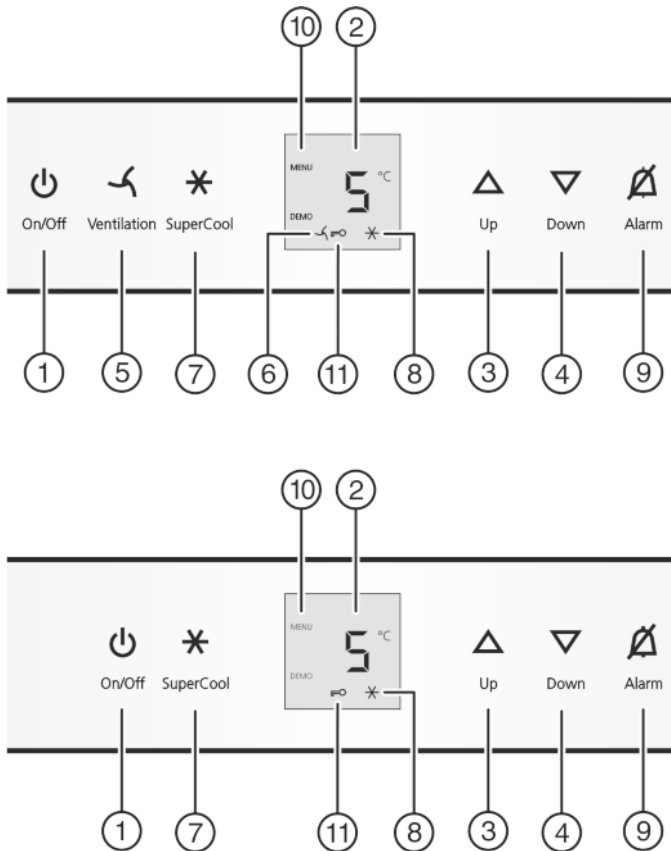

Fig. 2
- ▶ Taste On/Off Fig. 2 (1) drücken.
- ▶ Einstellmodus aktivieren: Taste SuperCool Fig. 2 (7) ca. 5 s drücken.
- ▶ Die Taste SuperCool Fig. 2 (7) kurz drücken, um zu bestätigen.
- ▶ Zum Einschalten der Kindersicherung Taste SuperCool Fig. 2 (7) kurz drücken.
▷ Das Symbol Kindersicherung Fig. 2 (11) leuchtet. In der Anzeige blinkt **c**.
- ▶ Zum Ausschalten der Kindersicherung Taste SuperCool Fig. 2 (7) kurz drücken.
▷ Das Symbol Kindersicherung Fig. 2 (11) erlischt. In der Anzeige blinkt **c**.
- ▶ Einstellmodus deaktivieren: Taste On/Off Fig. 2 (1) drücken.
- ▶ Taste Alarm Fig. 2 (9) drücken.
- ▶ Temperatur wärmer einstellen: Einstelltaste Up Fig. 2 (3) drücken.
- ▶ Temperatur kälter einstellen: Einstelltaste Down Fig. 2 (4) drücken.
- ▶ Taste SuperCool Fig. 2 (7) kurz drücken.
- ▷ Das Symbol SuperCool Fig. 2 (8) leuchtet in der Anzeige.
- ▷ Das Symbol SuperCool Fig. 2 (8) erlischt in der Anzeige.